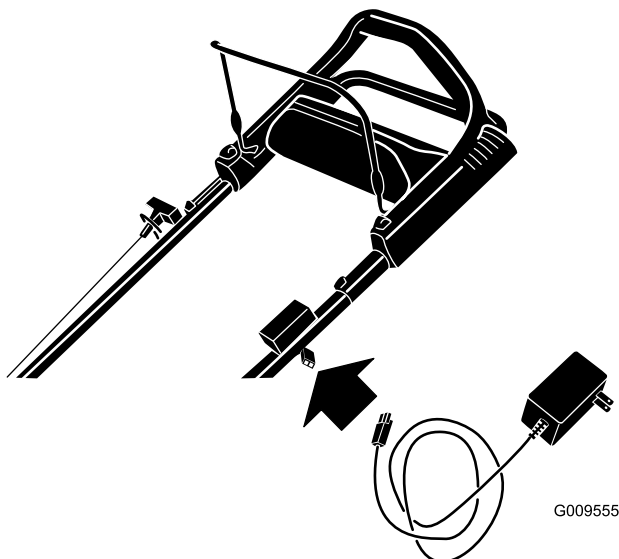

Figura 25
1. Conecte el cargador al arnés de cables de la máquina, situado debajo del botón de arranque eléctrico (Figura 25).